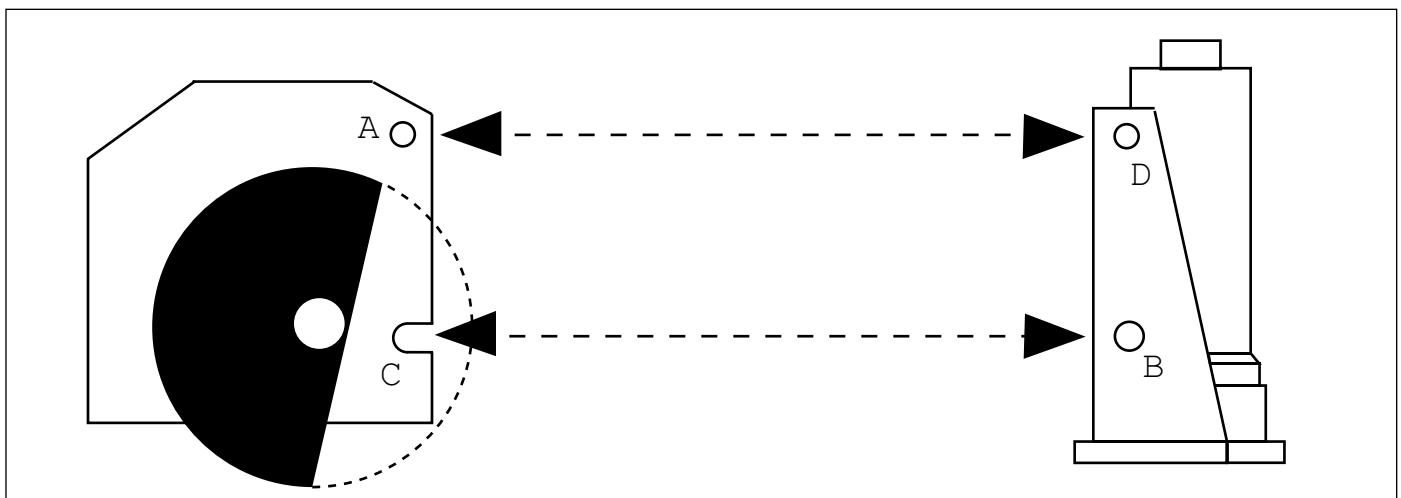

Figura 1
Consulte la figura 1.
1. Retirar el pasador "A" de ambos lados del carro. Consulte la figura 1.